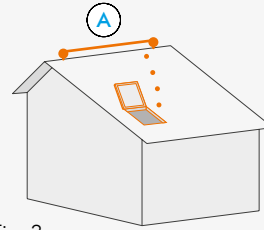

Fig. 3
- **from inside**, through a suitable trapdoor (Fig. 3).
- **dall'interno**, utilizzando l'apposita botola (Fig. 3).